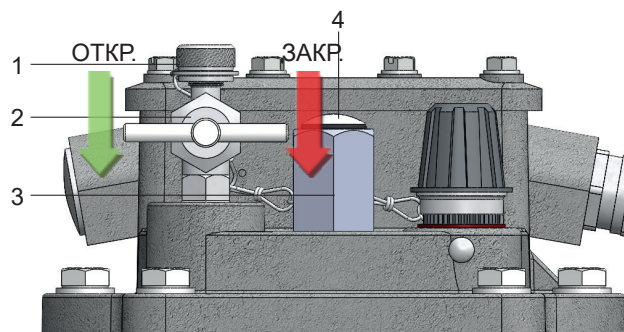

Рис. 12 - Крышка газового реле с маслозаливным патрубком (код 29D)
- Отвинтить малую колпачковую гайку (рис. 12/ № 1) с клапана для выпуска воздуха (рис. 12/ № 2) и открыть клапан для выпуска воздуха (вращать против часовой стрелки).
- Отвинтить резьбовую заглушку (рис. 12/ № 4) маслозаливного патрубка (рис. 12/ № 3).
- Когда начнёт вытекать изоляционная жидкость резьбовую заглушку (рис. 12/ № 4) крепко навинтить на заливной патрубок.
- Закрыть клапан для выпуска воздуха и малую колпачковую гайку (рис. 12/ № 1) крепко навинтить на клапан для выпуска воздуха.